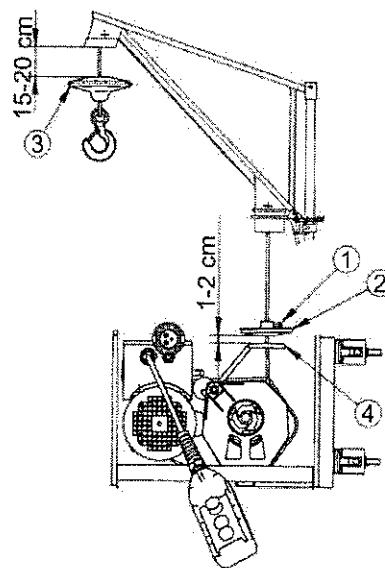

Fig. 5.1
5.1. BLOQUEO DE AJUSTE DEL FINAL DE CARRERA (Fig. 5.1)
5. MONTAJE DEL CABLE EN EL BRAZO (Fig. 5.1)**6. PRUEBA DE LA MÁQUINA**